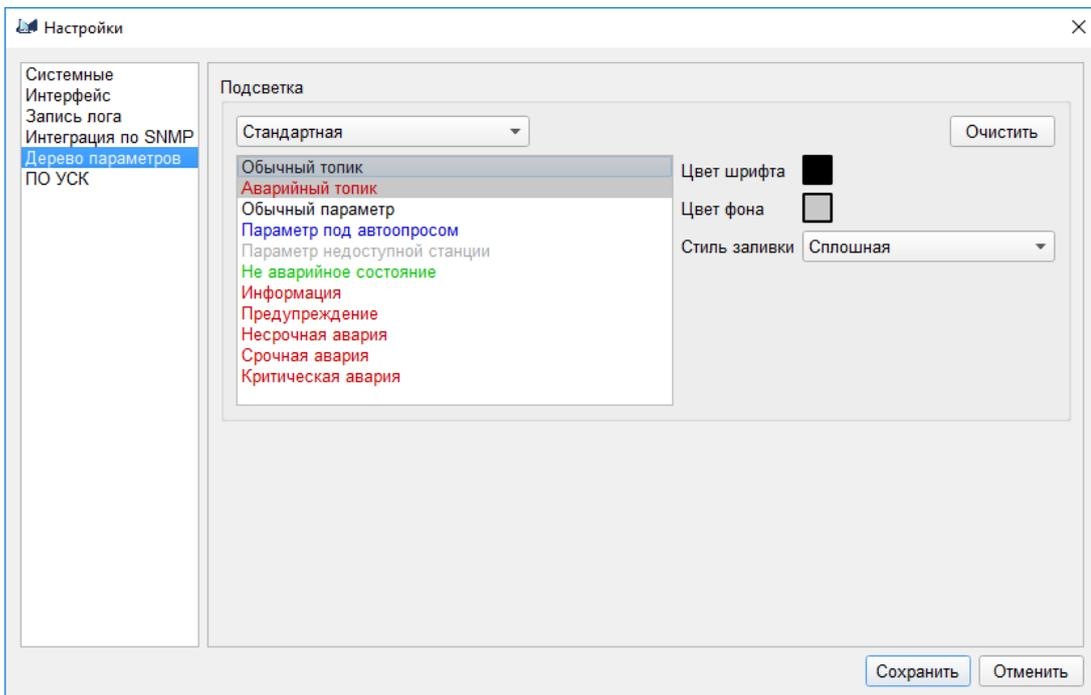

Рис. 16
3.5.6.1. Раздел *"Дерево параметров"* диалогового окна настроек позволяет настроить цветовую схему ячеек дерева параметров на усмотрение оператора. Общий вид диалогового окна настроек приведен на рис. 16.